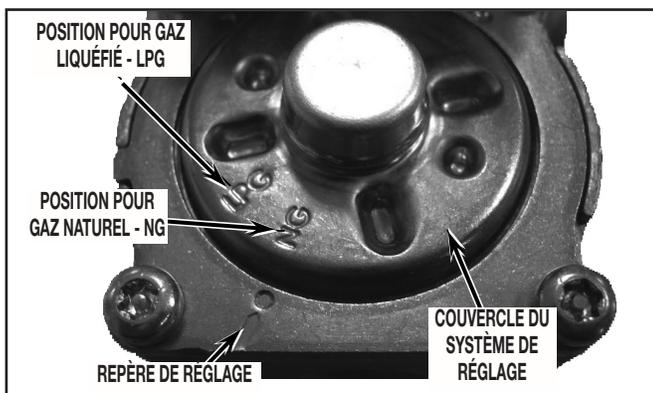

FIGURE 24
29. Identifier sur le couvercle les marques de positionnement correspondant à l'alimentation au gaz naturel (NG) et à l'alimentation au gaz liquéfié (LPG); noter également le repère de réglage, qui indique le type de gaz utilisé. Voir Figure 24.